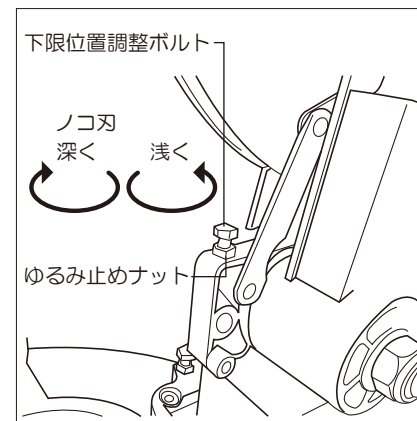

図20
- ③下限位置調整ボルトのゆるみ止めナットをゆるめ、下限位置調整ボルトを回します。右に回すとノコ刃は深く、左に回すと浅くなります。(図20参照)